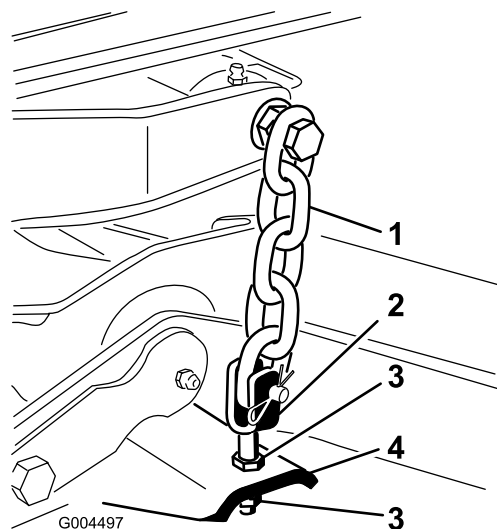

図 77
- デッキのヨーク/チェーンをデッキに固定しているジャム・ナットを調整してデッキのピッチを 8 mm に調整する(図 77)。